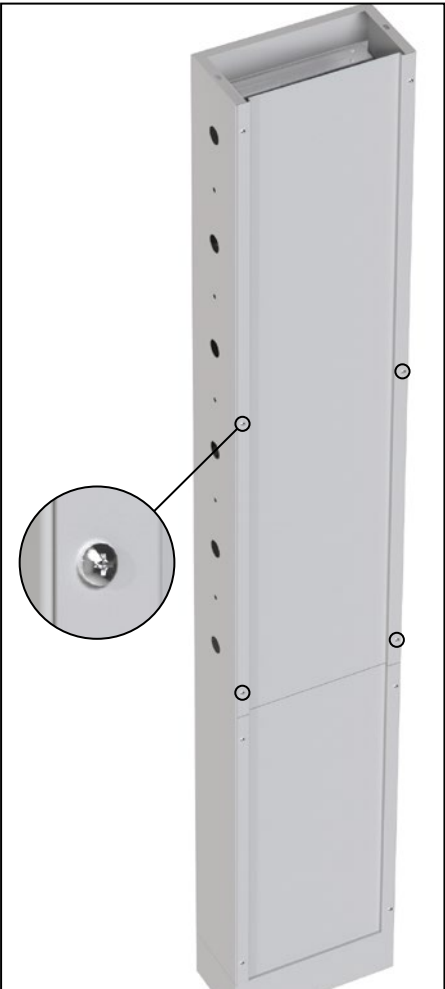
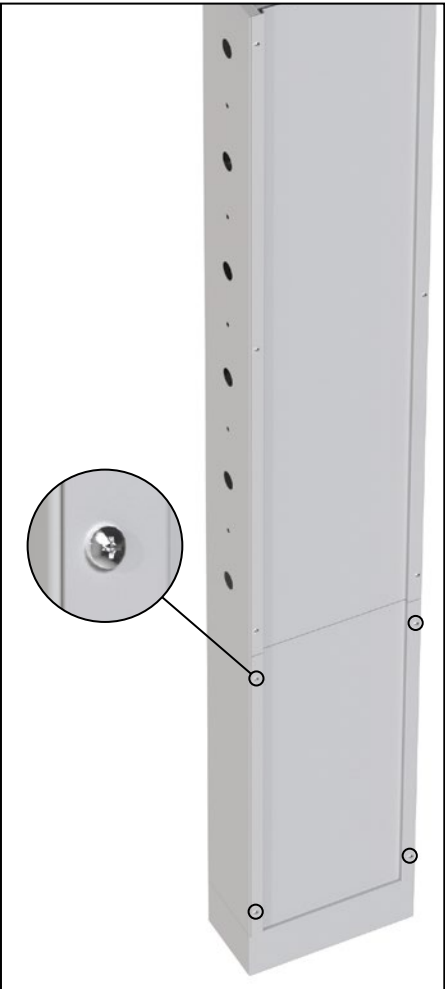
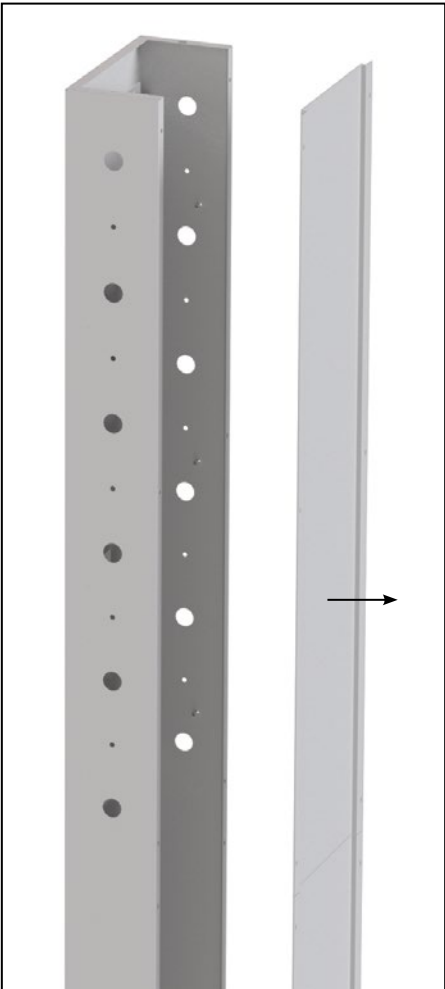

Рис. 30
Рис. 31
Рис. 32
- 2.2. Вывернуть 6 винтов М4х16 у верхней панели (рис. 30) и 4 винта у нижней панели (рис. 31) и снять панели фасадные (рис. 32). Винты сохранить.